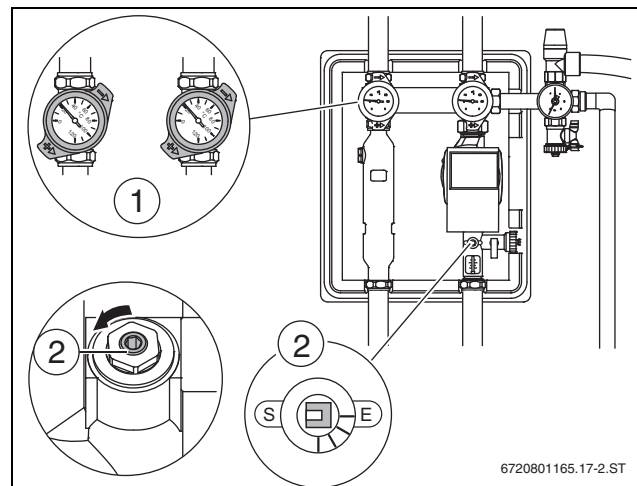

Bild 39 Geöffnete Absperrrichtungen
- Kugelhähne (→ Bild 39, [1]) an den Thermometern auf 45° stellen und den Durchflussbegrenzer (→ Bild 39, [2]) sowie andere Absperrvorrichtungen öffnen.